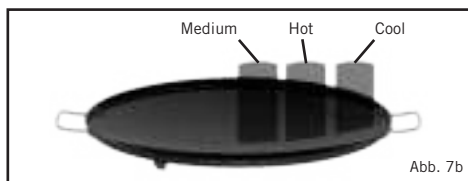

Abb. 7b
- Die Kochtemperaturen lassen sich leicht auf Ihre Bedürfnisse einstellen, indem Sie den Kontrollknopf (K) zur Hitzeregulierung drehen. Eine Funktion des Skottel-Grills ist, dass es mehrere Heizbereiche bietet (siehe Abb. 7b). Das ist sehr nützlich, denn einige Nahrungsmittel lassen sich schneller kochen als andere und die Speisen, die zuerst fertig sind, können dann auf eine etwas kühlere Fläche zum Warmhalten geschoben werden, während der Rest der Speisen noch kocht.